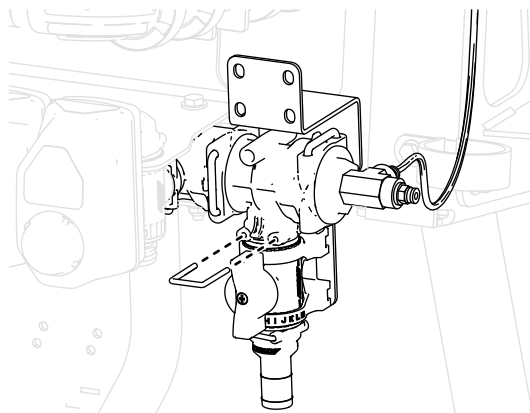

**Figure 34**
9. Appliquez du produit d'étanchéité au PTFE sur le filetage du raccord en T inclus et branchez le raccord en T au chapeau de raccord (Figure 34).